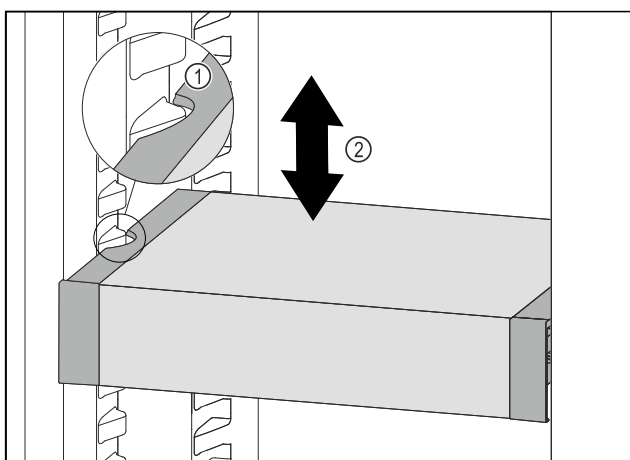

Fig. 118
- ▶ Dra VarioSafe framåt tills sidofördjupningarna på VarioSafe är i samma nivå som behållarlisterna i kyldelen. Fig. 118 (1)
- ▶ Förflytta VarioSafe uppåt eller nedåt i kyldelen tills önskad höjd har uppnåtts. Fig. 118 (2)